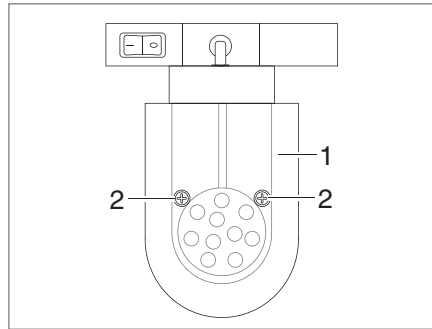

Fig. 364 Spot DEL (coulissant)
- Desserrer les vis de fixation (Fig. 364,2).
- Retirer prudemment le verre de lampe (Fig. 364,1).